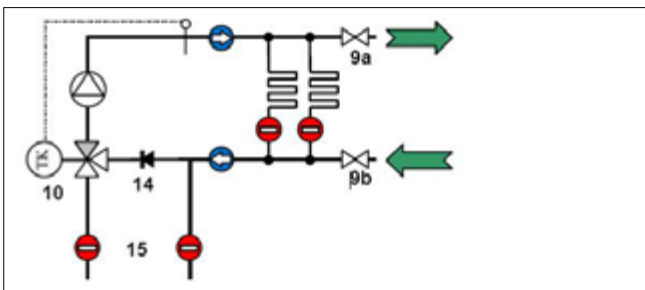

Fig. 8-3
5. Sluit de vulslang aan op de vul- en afvoerlep op de retour (9b, Fig. 8-3) en de afvoerslang op de vul- en afvoerlep op de aanvoer (9a, Fig. 8-3).